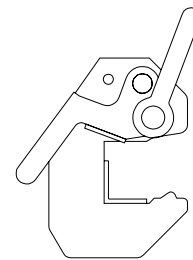

Abb. 39.3
1. Zuerst Sicherheitshebel soweit wie möglich öffnen (Abb. 39.3).